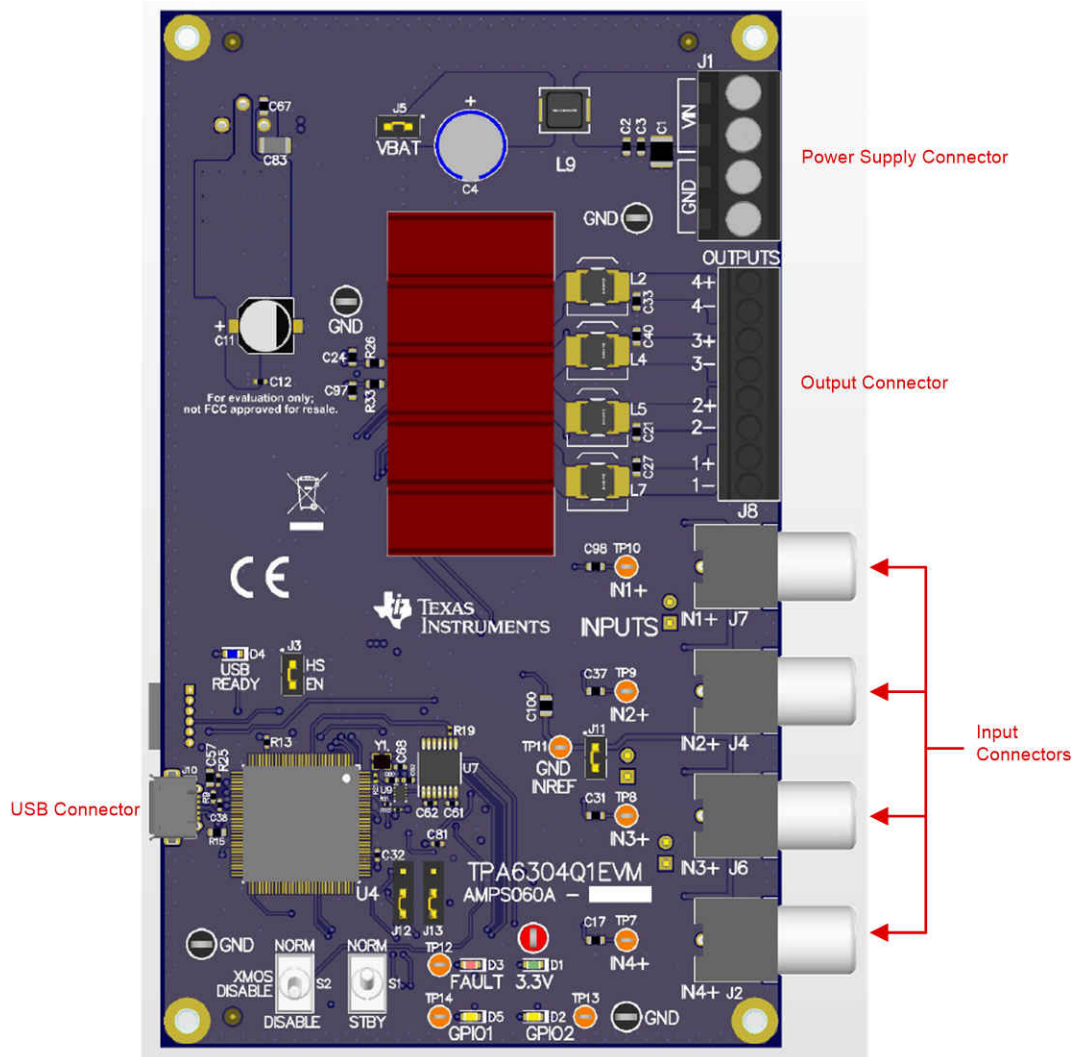

图 4-1. TPA6304Q1EVM 连接
- 连接音频源 - 可通过 3mm 立体声连接器将电脑与 EVM 连接起来，如图 4-1 中所示